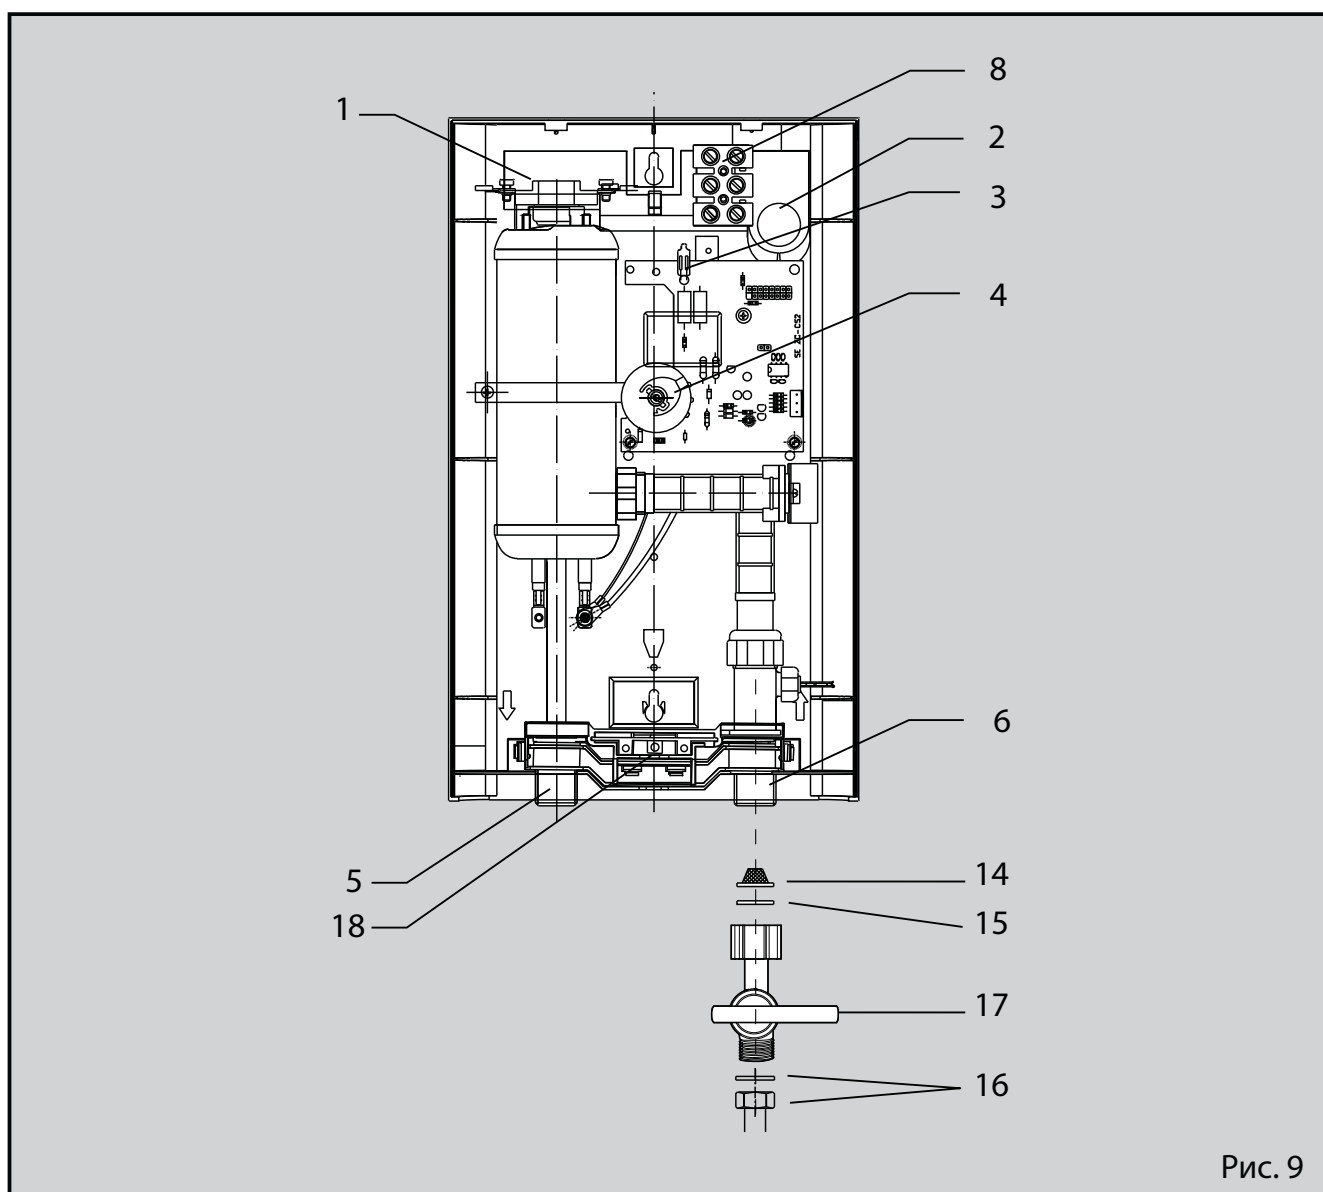

Рис. 9
Прибор должен быть заземлен (см. электрическую схему). Для защиты от проникновения воды следует использовать кабельный сальник (рис. 9, поз. 2).
Отсоединить клапан подачи воды (рис. 9, поз. 17), снять фильтр (рис. 9, поз. 14) и очистить его. Выполнить сборку в обратной последовательности.
4. Провести соединительный кабель через сальник (рис. 9, поз. 2) в задней стенке. Навесить прибор на крепежные шурупы и сместить его вниз (рис. 2, поз. 13).
6. Подключить прибор к системе холодного водоснабжения. Подсоединить клапан подачи воды (рис. 9, поз. 17) через фильтр (рис. 9, поз. 14) с помощью шайбы (рис. 9, поз. 15) к патрубку подачи холодной воды в прибор
- (рис. 9, поз. 6). Затянуть накидную гайку с шайбой (рис. 9, поз. 16) на клапане подачи воды.